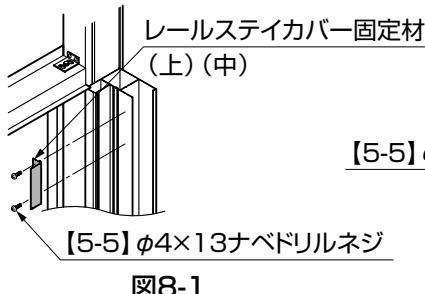

図8-1
- ①「4 壁ユニットの施工 7.レールステイカバーおよびレールステイカバー固定材の取外し」で外した左右のレールステイカバー固定材(上)(中)を【5-5】で取付けてください。(図8-1参照)